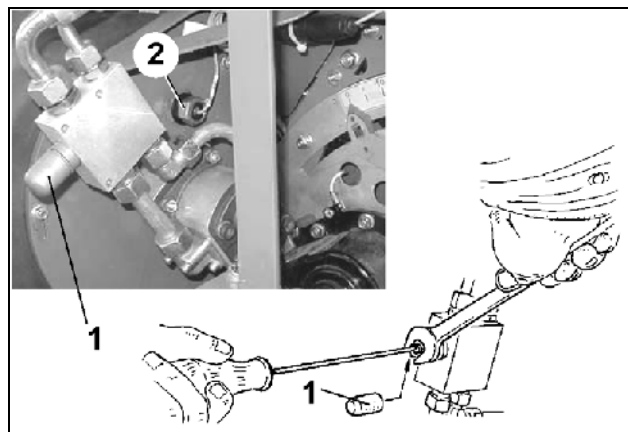

Fig. 106
Turația necesară a exhaustorului poate fi găsită în Tabel 6. Reglați turația exhaustorului de la supapa de limitare a presiunii (Fig. 106/2) sau de la supapa de reglare a debitului de la tractor. Pentru reglarea turației exhaustorului prin intermediul supapei de limitare a presiunii:
- Îndepărtați capacul de protecție (Fig. 106/1)